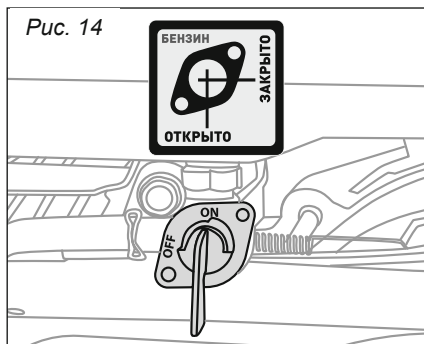

Рис. 14
- Поверните топливный кран в положение «ОТКРЫТО» (рис. 14).